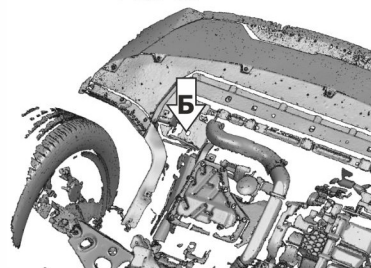

Рис. 16
2. Установить гайки закладные М8 с усиками в отверстия лонжеронов в позициях (А), (Б). Вкрутить болты М8х25 с шайбами 8 на 2-3 оборота в гайки закладные (рис. 1а, рис. 16)
3. Завести кронштейны 1,2 пазами на вкрученные болты в позициях (А), (Б) соответственно. Померить расстояние между кронштейнами, оно должно равняться 670 мм. Затянуть болты в позициях (А), (Б) (рис. 1а, рис.16)